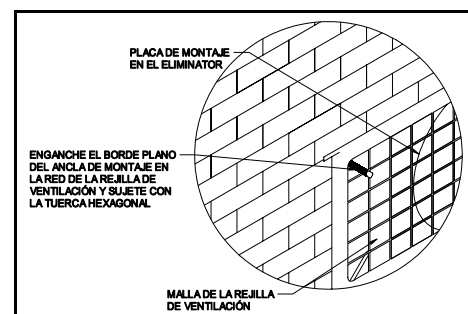

Figura 4
3. Asegure el ELIMINATOR™ contra la malla de rejilla de ventilación con las anclas de montaje que se suministran. Introduzca el borde plano del ancla de montaje a través de los orificios ranurados en la placa de montaje del ELIMINATOR™ y enganche la malla de la rejilla de ventilación. Sosténgalo en su lugar e instale la arandela plana y la tuerca hexagonal que se suministran. Después de que se hayan instalado los cuatro (4) soportes de montaje, apriete las tuercas. (Ver Figura 4)